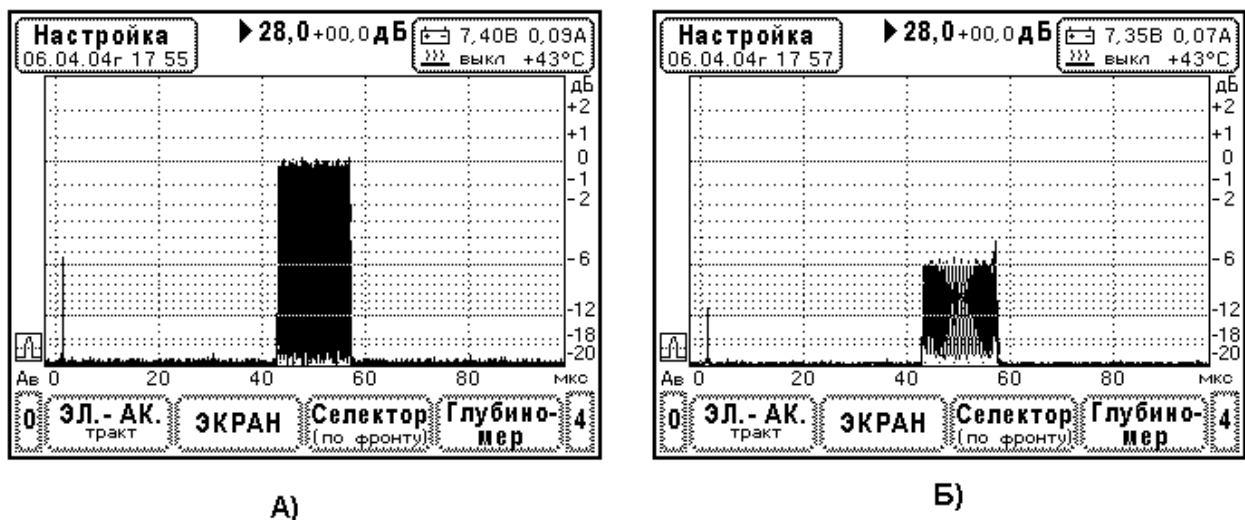

Рис. 10.6.5.1. Вид тест-сигнала на экране дефектоскопа при определении полосы пропускания приемника.
4. Установите опорный уровень чувствительности УД9812. Выберите меню «Экран» - «Усиление» и регулируя усиление приемника, установите амплитуду тест-сигнала на уровень 0дБ по разметке экрана (Рис. 10.6.5.1. А).
5. Измерение нижней граничной частоты  $F_n$ . Уменьшайте частоту тест-сигнала до тех пор пока его амплитуда на экране прибора не уменьшится до уровня  $-6$  дБ (Рис. 10.6.5.1. Б). По шкале частот генератора сигналов (Г4-102) зафиксируйте частоту  $F_n$ . В процессе измерений амплитуда тест-сигнала на входе дефектоскопа должна быть постоянной - 200 мВ. Следите за амплитудой тест-сигнала по экрану осциллографа. Если необходимо, проведите подстройку амплитуды с помощью органов управления генератора сигналов.